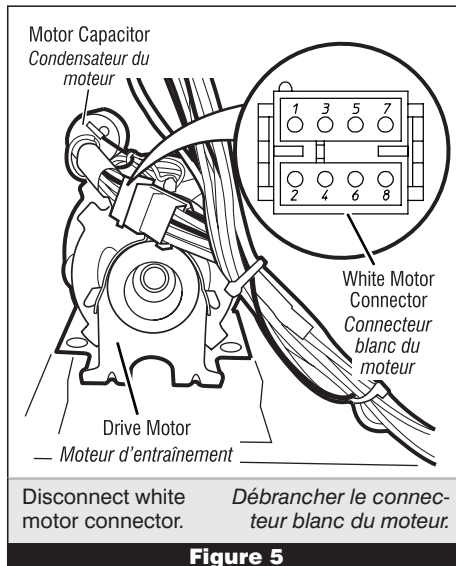

Figure 5
5. Disconnect the white motor connector from the drive motor. See figure 5, page 6.
6. Check the resistance value of the motor capacitor. See figure 5 for location.
7. Check the resistance value of the motor's Main winding coil by contacting points 7 and 8 of the white motor connector, as shown in figure 5.
5. Débrancher le connecteur (blanc) du moteur. Voir figure 5, page 6.
6. Contrôler la résistance du condensateur du moteur. Voir sa position à la figure 5.
7. Voir la figure 5. Contrôler la résistance du bobinage principal du moteur : entre les conducteurs 7 et 8 du connecteur blanc du moteur.